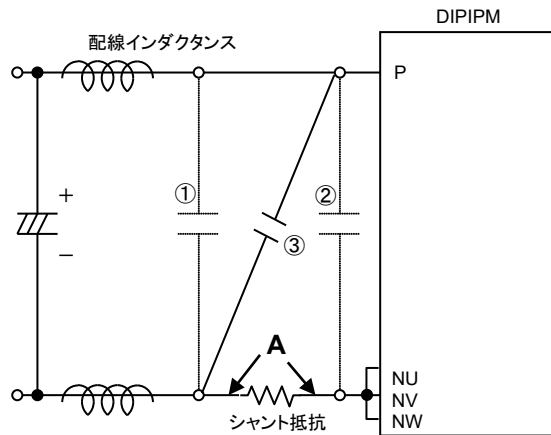

図 3-1-8 スナバ接続回路
図3-1-8のように、スナバコンデンサの挿入位置として①と②が考えられます。サージ電圧を最大限に除去するためにはスナバコンデンサを②の位置に設置する必要がありますが、シャント抵抗にはスナバコンデンサを通して充放電電流(配線インダクタンスとスナバコンデンサの共振電流)が流れます。配線インダクタンスが大きい場合、この充放電電流で短絡保護回路が動作する場合がありますので注意が必要です。